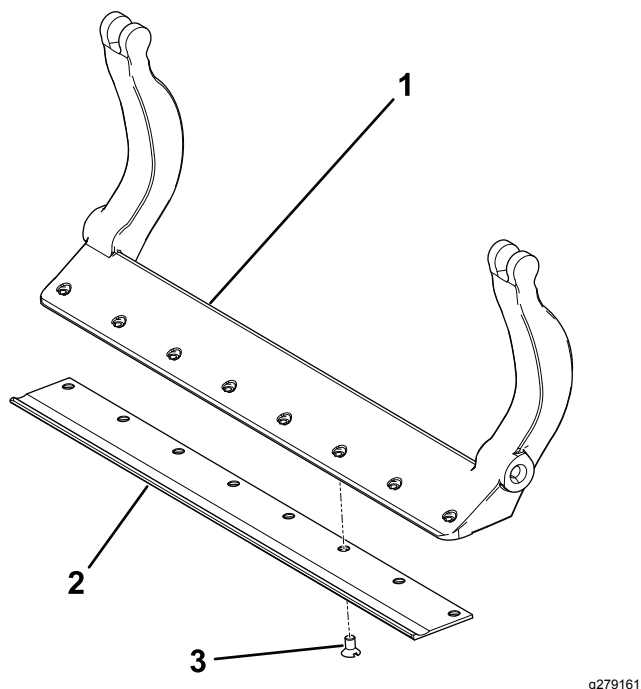

Рисунок 33
3. Нанесите противозадирный состав на винты и установите неподвижный нож на планку неподвижного ножа следующим образом (Рисунок 33):